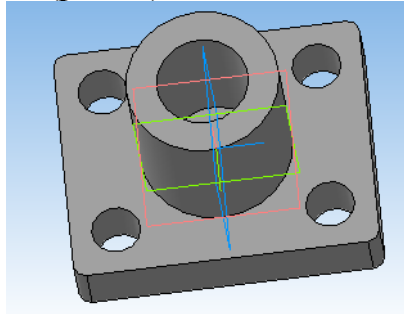

Рис. 1
8. Установить точность размерных надписей – число знаков после запятой 0. Выполнить изображения размеров (рис.1).
Задание 1. Выполнить трехмерную модель детали с использованием массива элементов по сетке. (рис. 1)